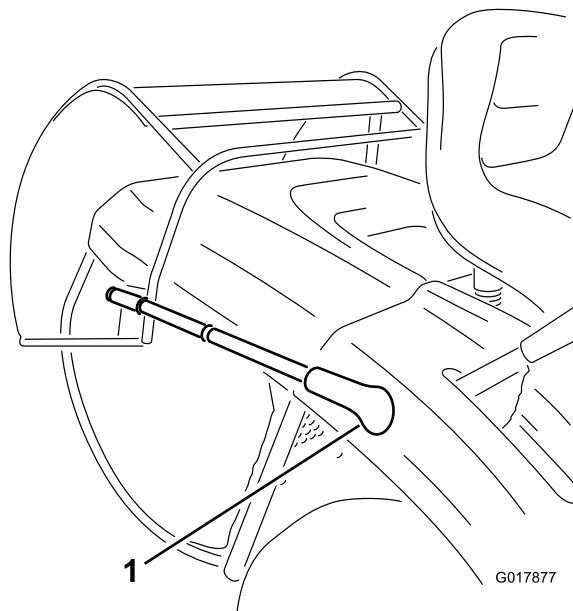

Figure 16
3. Tirez le levier de vidage du bac à herbe en avant pour incliner le bac (Figure 16).